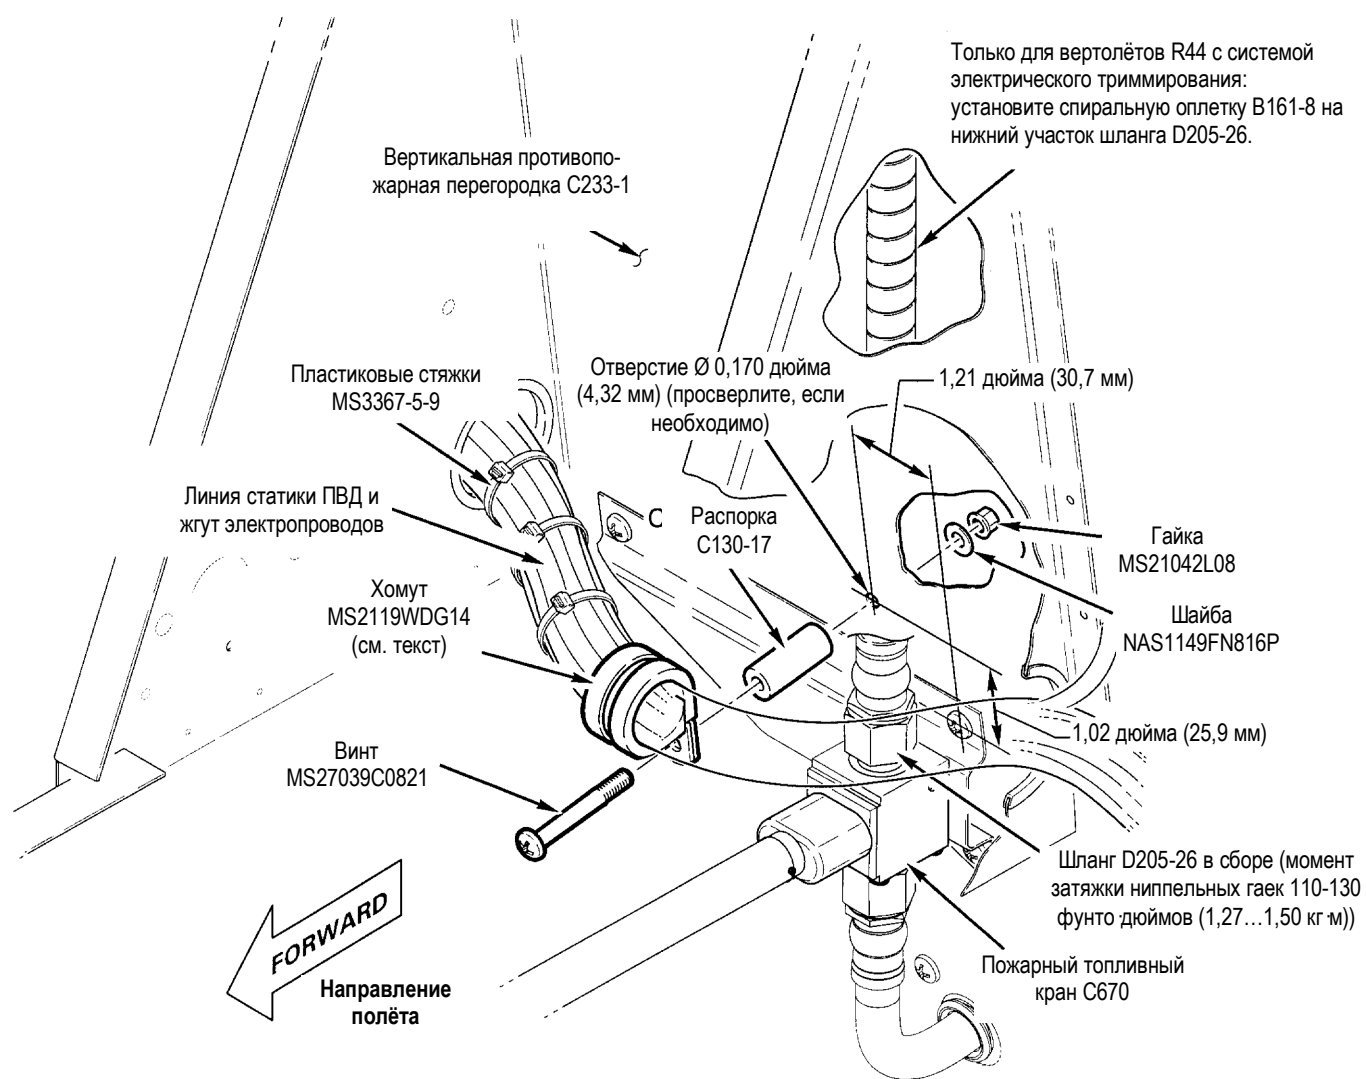

Рисунок 3
7. См. рисунок 3. Между спинками задних сидений снимите два хомута MS21919WDG (если установлены) с элементами крепежа, которые крепят трубку линии статики системы ПВД и горизонтальный жгут электропроводов к вертикальной противопожарной перегородке. Утилизируйте хомуты и винт. Если необходимо, наметьте и посверлите отверстие $\varnothing 0,170$ дюйма (4,32 мм) в вертикальной противопожарной перегородке C233-1; снимите заусенцы и уберите остатки сверлильной стружки.
8. См. рисунок 3. Передвиньте трубку линии статики системы ПВД к жгуту электропроводов, установите хомут размера от MS21919WDG-8 до -16 и элементы крепежа, как показано на рисунке (жгут должен быть слегка обжат хомутом). Как правило, требуется хомут размера -14, который входит в состав установочного комплекта. Скрепите трубку линии статики системы ПВД и жгут электропроводов пластиковыми стяжками MS3367-5-9 (по необходимости).
- (b) Только для вертолётов R44 с электрической системой триммирования: См. рисунок 3. Установите входящую в состав установочного комплекта пластиковую спиральную оплётку B161-8 на нижний участок шланга D205-26, чтобы предотвратить истирание шланга пружиной системы триммирования в канале общего шага.